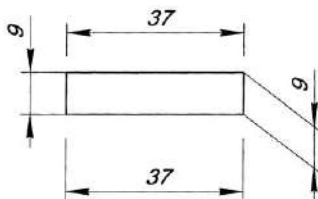

Рисунок 6.4 – Розмір при різному заповненні поля «Длина»
У цьому випадку воно визначає довжину виносної лінії (верхній розмір на рис. 6.4).
- зафіксувати розмір, натиснувши на панелі спеціального керування кнопку «Автосоздание объекта». На рис. 6.4 розмір справа нанесений із використанням команди «Наклонить размер».